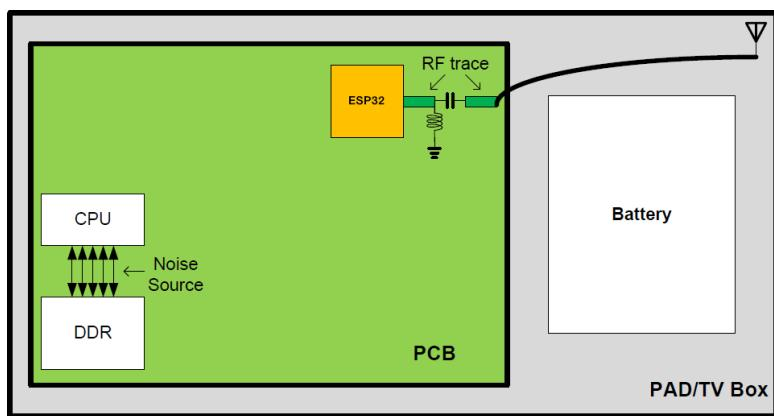

图 15: PAD/TV Box 平面位置规划框架
- 从图 15 中可以看出，ESP32 需在 PCB 边上，远离 CPU 与 DDR，即远离噪声源。从位置上增加距离使得干扰能量随距离增加而衰减，继而减小噪声耦合。